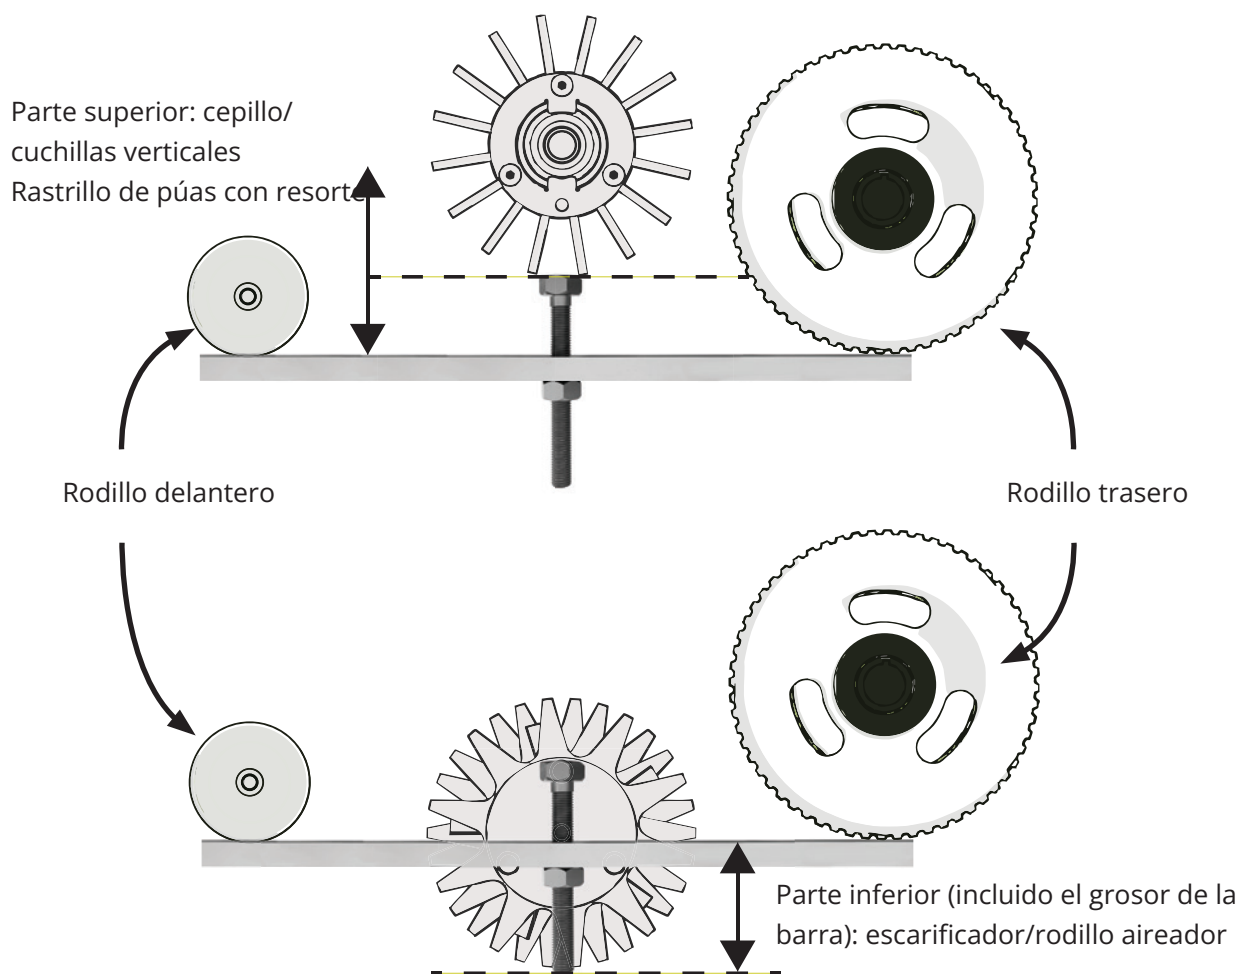

Fig.9. Ajuste de la medición de la barra para casetes por encima/debajo del terreno.
la regla hasta alcanzar la distancia deseada por encima o por debajo de la barra de ajuste (hasta la cabeza o el extremo, respectivamente) (Fig. 9). Recuerde:
7. Haga girar el engranaje dentado para subir o bajar el rodillo delantero. Mientras lo hace, vuelva a colocar la barra de ajuste entre los rodillos delantero y trasero. Deje de ajustar cuando las puntas de las cerdas/los cortadores verticales estén al mismo nivel que la cabeza del perno, o cuando las puntas del escarificador/rodillo aireador estén al mismo nivel que el extremo del perno. (Fig. 9). Apriete ligeramente la tuerca de sujeción superior.